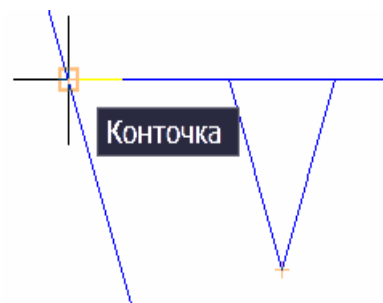

Рис. 2.28
- с помощью привязки **Конточка (Endpoint)** щёлкнуть точку на диаметре основания конической детали – рис. 2.28, **Enter**.